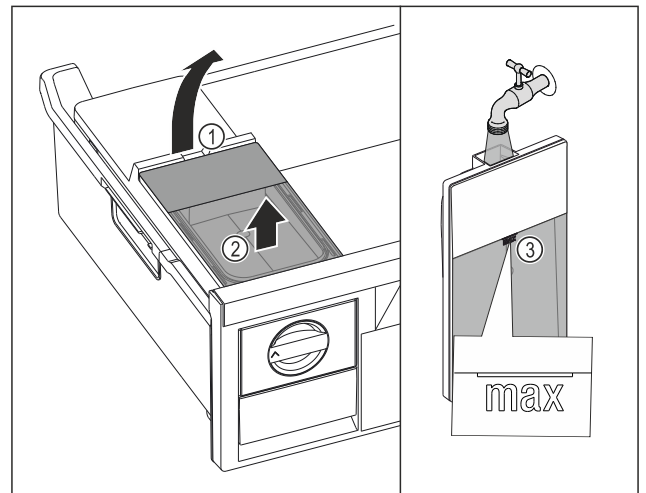

Fig. 100
- ▶ Поднимите бак для воды за выемку Fig. 100 (1).
- ▶ Извлеките бак для воды движением вверх. Fig. 100 (2)
- ▶ Наполните бак для воды питьевой водой до отметки Fig. 100 (3).